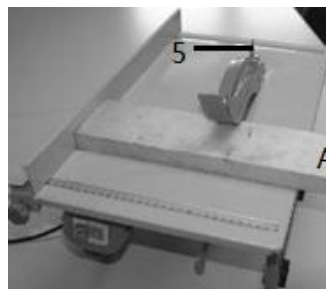

Рис. 8Б
Для большей ширины заготовки, как показано на рис. 8Б: стоите с левой-правой стороны настольной пилы, удерживайте заготовку в положении «А» двумя руками и против параллельного упора (7), затем протолкните заготовку к лезвию.